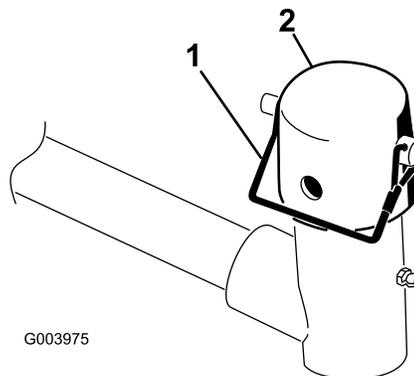

Figura 9
8. Togliete il perno di ritenuta e il cappuccio dalla forcella di articolazione del braccio di sollevamento (Figura 9).
Nota: Per avere un elemento di taglio sterzante usate la fessura, oppure usate il foro se l'elemento di taglio deve essere bloccato (Figura 9).